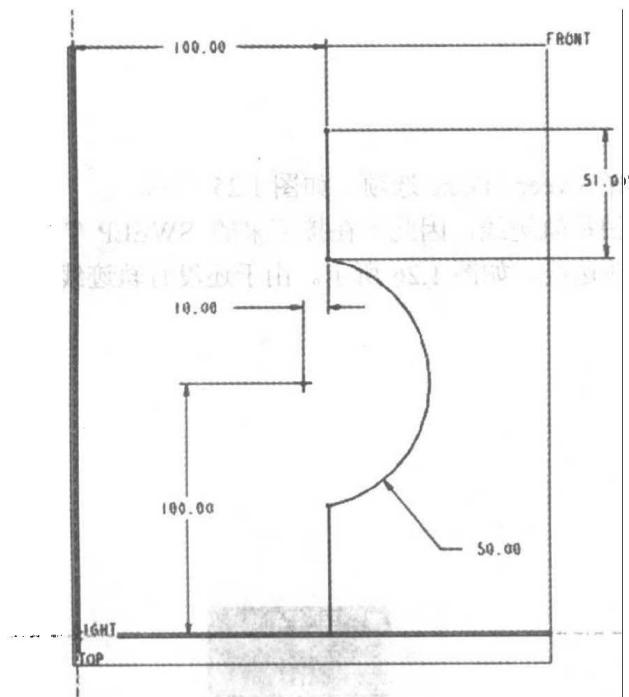

图 1.21 旋转曲面的截面草图
- (5) 单击工具栏中的修剪按钮 ，修剪多余的线段。最后得到的旋转曲面的截面草图如图 1.21 所示。